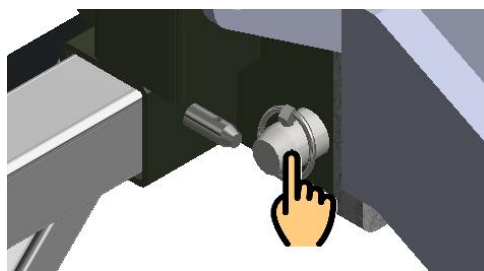

Figura 6.8 – Bloqueio da Podadora
- f) Após encaixar devidamente o varão de bloqueio, trave-o com a cavilha de segurança fornecida (Figura 6.8).